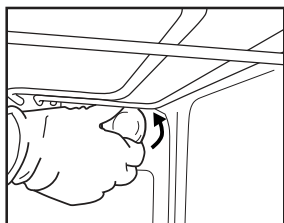
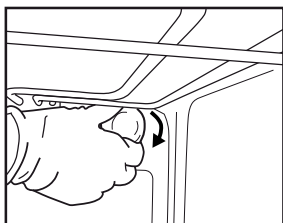

Fig. 6
Fig. 7
2. Deșurubați capacul becului (Fig. 6), înlocuiți becul (consultați nota privind tipul de bec) și înșurubați la loc capacul becului (Fig. 7).